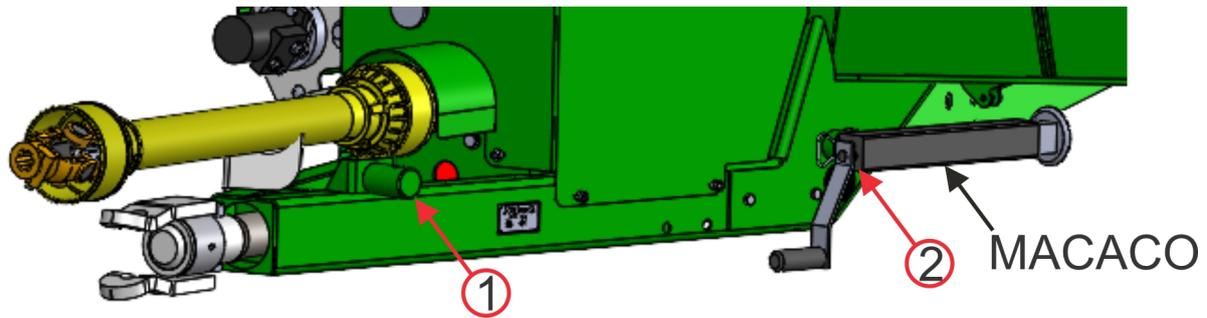

Figura 5.2 – Macaco pedestal.
4. Na parte frontal do implemento há o “macaco” que serve para sustentar o equipamento na posição de engate, regule a altura do cabeçalho para facilitar a operação de engate na barra de tração. Para subir ou baixar o cabeçalho, basta girar a manivela do macaco. O equipamento só deve ser estacionado e apoiado pelo macaco quando estiver vazio e em locais planos e secos. Para erguer o equipamento, o macaco deve ser posicionado na posição 1 (figura 5.2);
5. Após engatado, gire a manivela até liberar o macaco, em seguida gire o macaco, e o alojé na posição horizontal, conforme figura 5.2;
6. Nunca deixe o macaco engatado na posição 1 (figura 5.2) ao movimentar o implemento, o mesmo poderá ser danificado ao se efetuarem manobras;